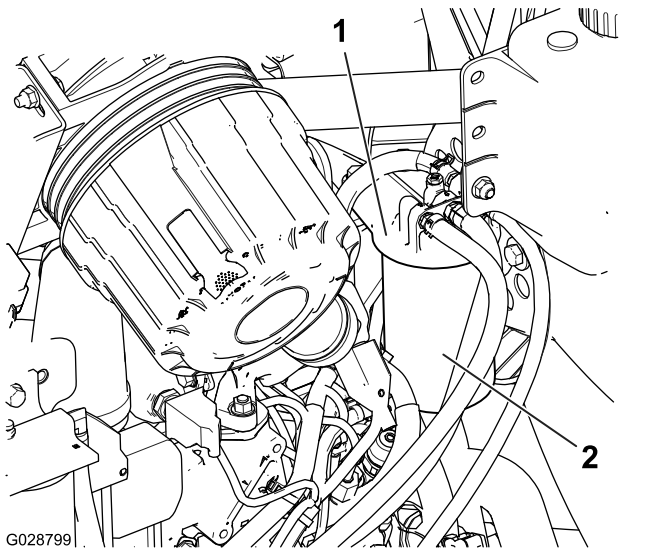

Bild 57
1. Reinigen Sie den Bereich um den Kraftstofffilterkopf (**Bild 57**).
2. Entfernen Sie den Filter und reinigen die Kontaktfläche (**Bild 57**).